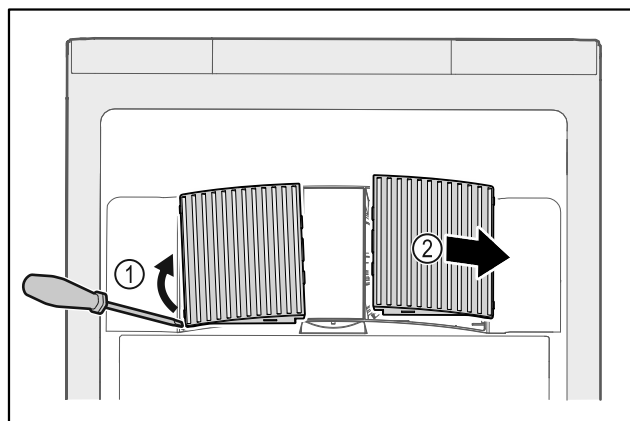

Fig. 201
- Pokrov ventilatorja previdno dvignite s strani Fig. 201 (1) in ga odstranite v smeri naprej Fig. 201 (2).